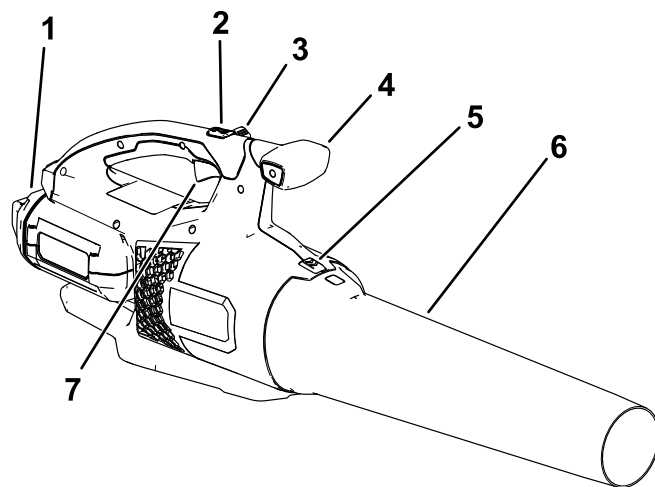

Figur 1
Skjut på det nedre röret på blåsarhuset. Du kan behöva trycka ned rörspärren på blåsaröret för att röret ska låsas fast (Figur 1).
3. Ta tag i handtaget och tryck in batteripaketet i handtaget tills spärren låser det på plats (Figur 1).